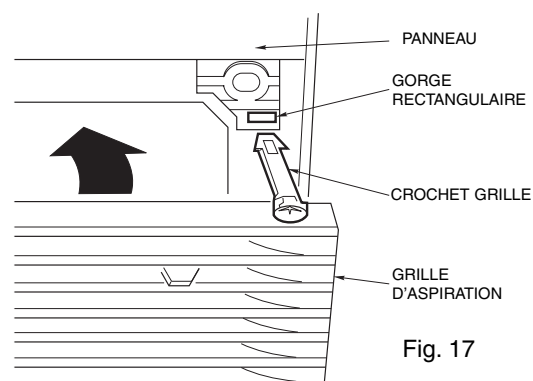

Fig. 17
1. Insérer complètement les crochets de la grille dans les rainures rectangulaires du panneau (fig. 17)